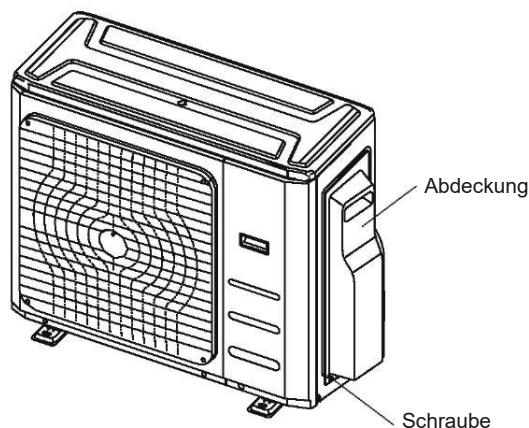

Abb. 8.1
2. Entfernen Sie die Klemmenabdeckung des Außengeräts. Wenn Sie keine Klemmenabdeckung am Außengerät befindet, demontieren Sie die Wartungsklappe und entfernen Sie die Schutzabdeckung. (Siehe Abb. 8.1)